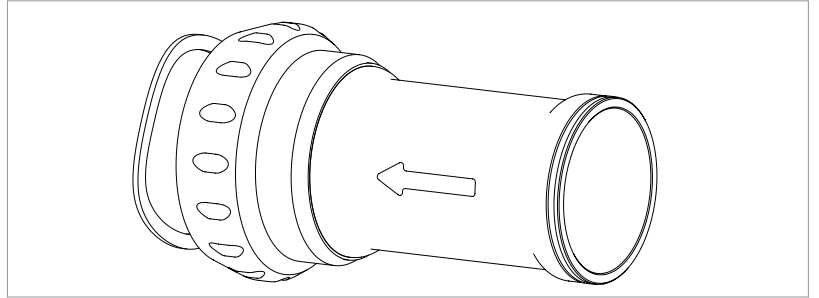

Fig.1
• Antes de instalar las cazoletas en la caja del pedalier, introduzca el cilindro, siguiendo la dirección de la flecha, en una de las dos cazoletas (Fig. 1).